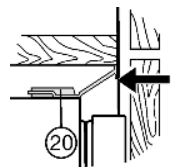

Fig. 16
- ▶ Если требуется, выставьте выравнивающий козырек *Fig. 16 (20)*, смещая его параллельно крышке шкафчика. Нельзя допускать, чтобы он выступал.